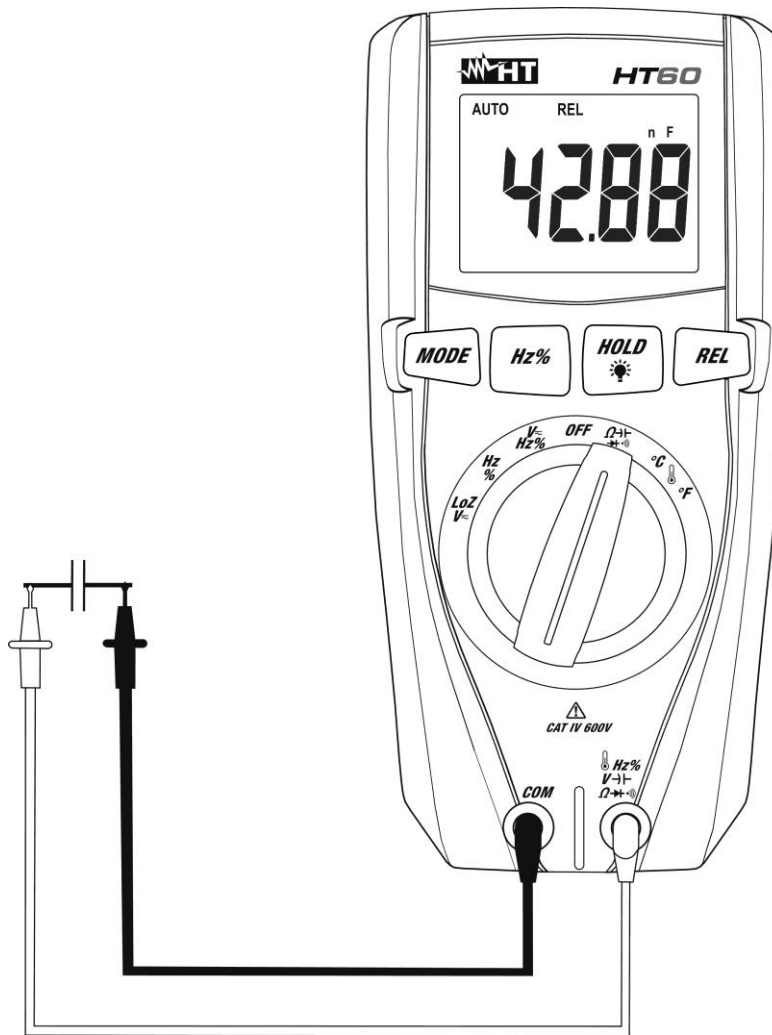

Abb. 8: Verwendung des Gerätes für Kapazitätmessung
5. Verbinden Sie die Messleitungen mit den beiden Enden des zu messenden Kondensators und dabei achten Sie, auf die positive (rotes Kabel) und negative (schwarzes Kabel) Polarität (siehe Abb. 8). Der Kapazitätswert erscheint auf dem Display.